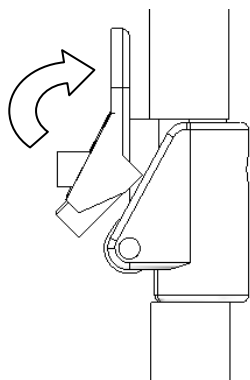

図1
1. ロック解除レバーを前方に押ししてロックを解除します。(下図1参照)